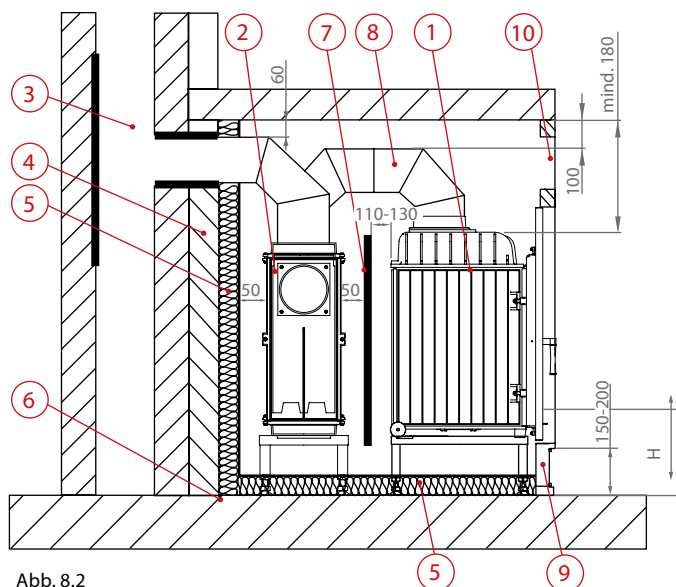

Abb. 8.2
- Der Abstand vom Nachheizkasten zur Heizkammerwand oder Nachheizkasten zum Strahlungsblech muss $5 \text{ cm} \pm 1 \text{ cm}$ betragen (Abb. 8.2).
● Der Abstand Heizgasrohr 2 zur Heizkammerdecke muss mindestens 6 cm betragen (Abb. 8.2).